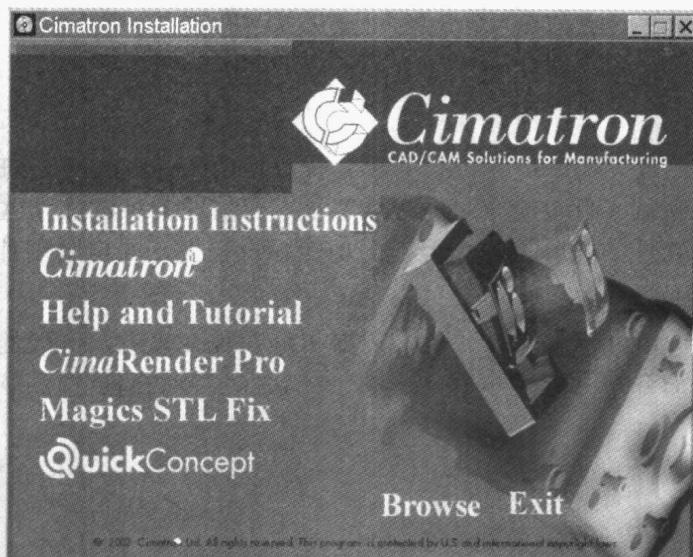

图1.1
- (1) 将Cimatronit V13安装盘放入光驱中后等待其自动运行，出现如图1.1所示的安装画面。